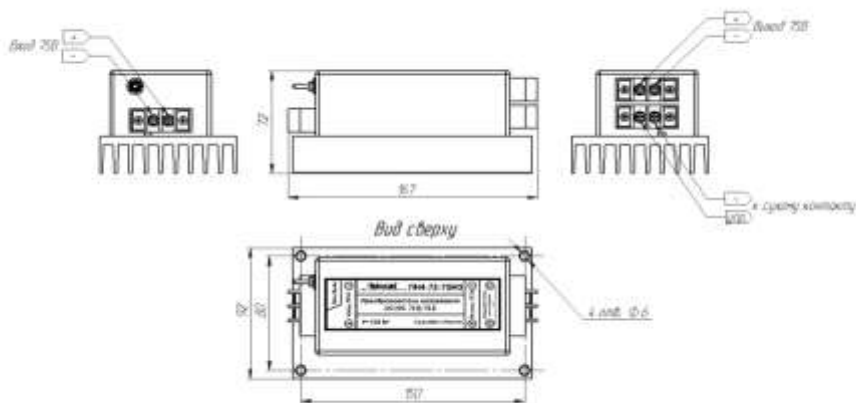

Рис. 1 Внешний вид прибора
4.3. Преобразователь имеет тумблер включения/выключения и разъем «Внешний сигнал выключения» (для подключения внешнего сухого контакта), см. Рис. 1. Управление преобразователем осуществляется согласно таблице 2.